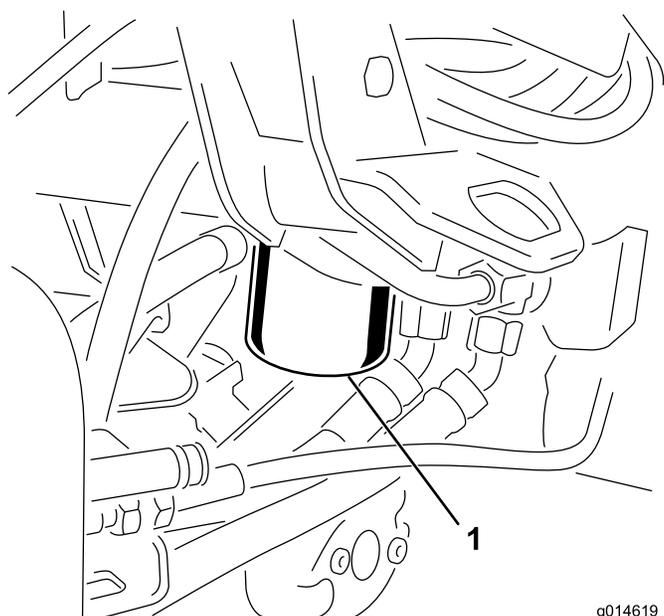

図 56
1. フィルタ容器の周辺をウェスできれいにぬぐう (図 56)。フィルタの下に廃油受けを置いてフィルタを外す。